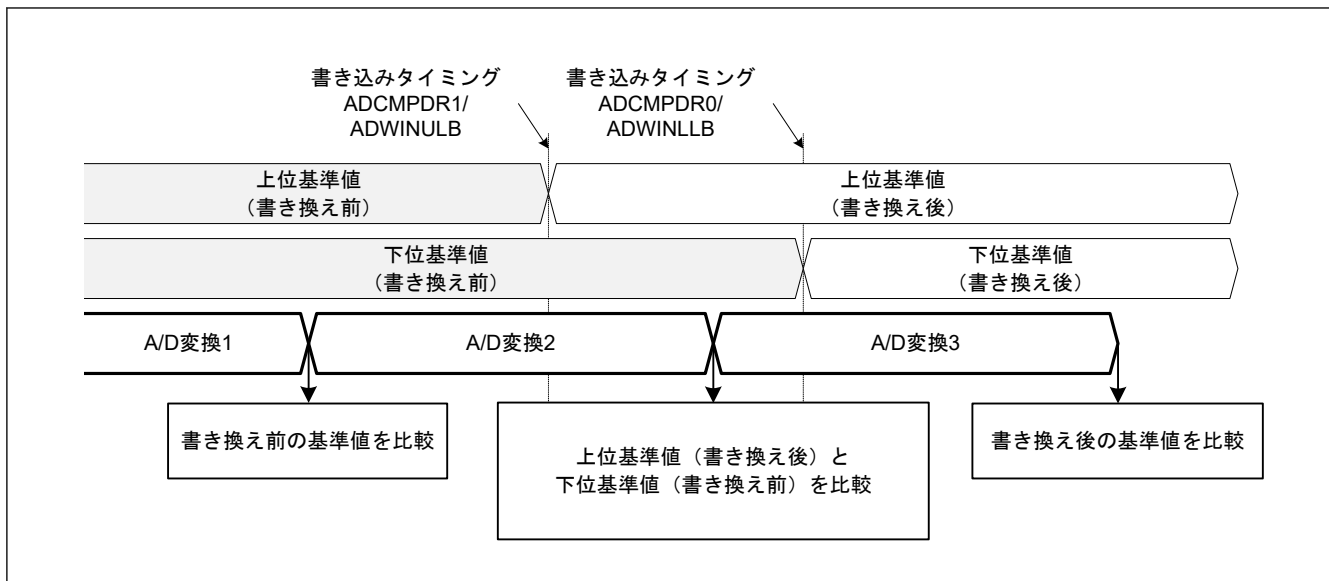

図 30.5 書き換え前後の上側基準値と下側基準値の比較
- 注 1. 下側基準および上側基準は、それぞれのレジスタが書き込まれる時に変更されます。たとえば上側基準値が変更され、下側基準値が変更中の場合、本 MCU は上側基準値（変更後）と下側基準値（変更前）を A/D 変換結果と比較します。図 30.5 を参照してください。2 つの基準値の書き換え時に比較エラーとなった場合、ADCSR.ADST および関連するコンペアウィンドウ動作許可ビット (ADCMPCR.CMPAE または ADCMPCR.CMPBE) がどちらも 0 のときに、それらの基準値を書き換えてください。